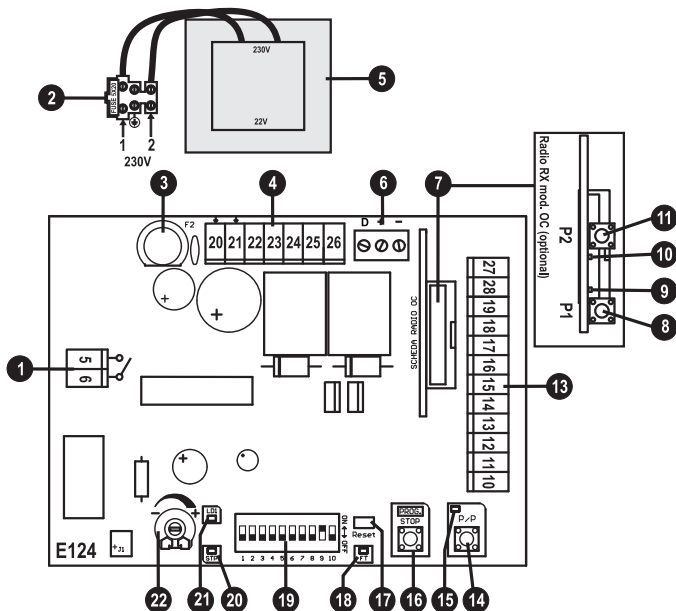
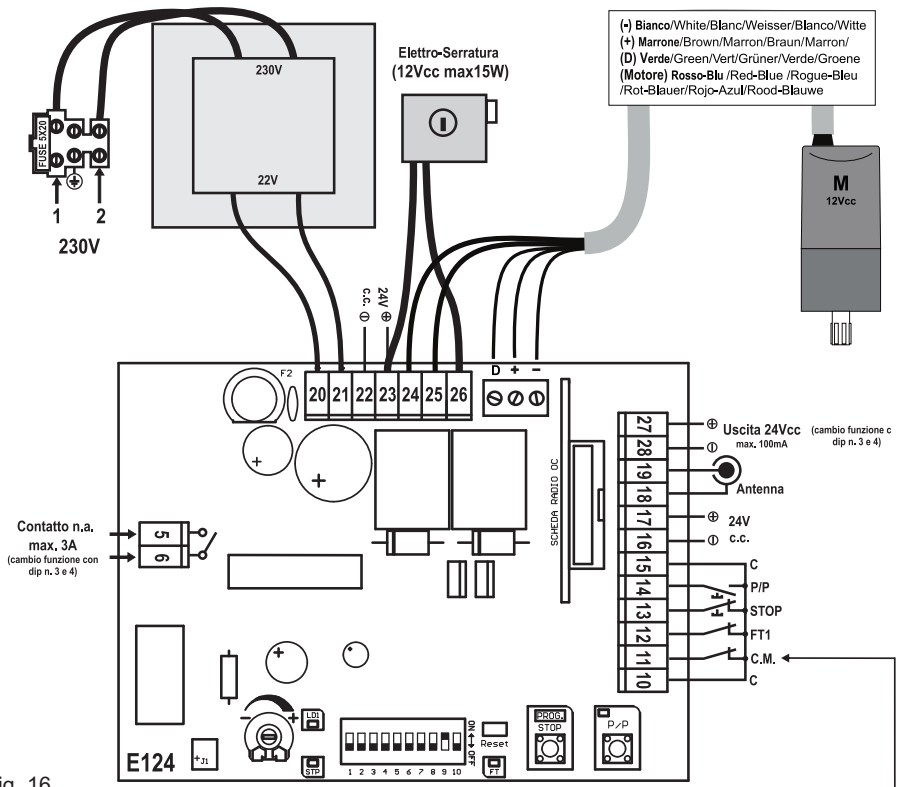

FIG.15
Fig. 16
Bezüglich der Anschlüsse, nach den Tabellen 1 und 2 und der Abbildung 16 vorgehen.
Während der Erlernung wird mehrmals die Taste P/P betätigt (Det. 14 in Abb. 15), es kann aber auch der Befehl P/P (Klemme 14, Abb. 16) oder der im ersten Empfängerkanal gespeicherte Funksender benutzt werden.
- 2 – Die Taste PROG gedrückt halten und ein Reset ausführen, indem der jump Reset mit einem Schraubenzieher kurzgeschlossen wird (Detail 17 in Abb. 15).
Die Antenne muss an den Klemmen 18 (Geflecht) und 19 (Steuerung) angeschlossen werden – siehe Abb. 16.